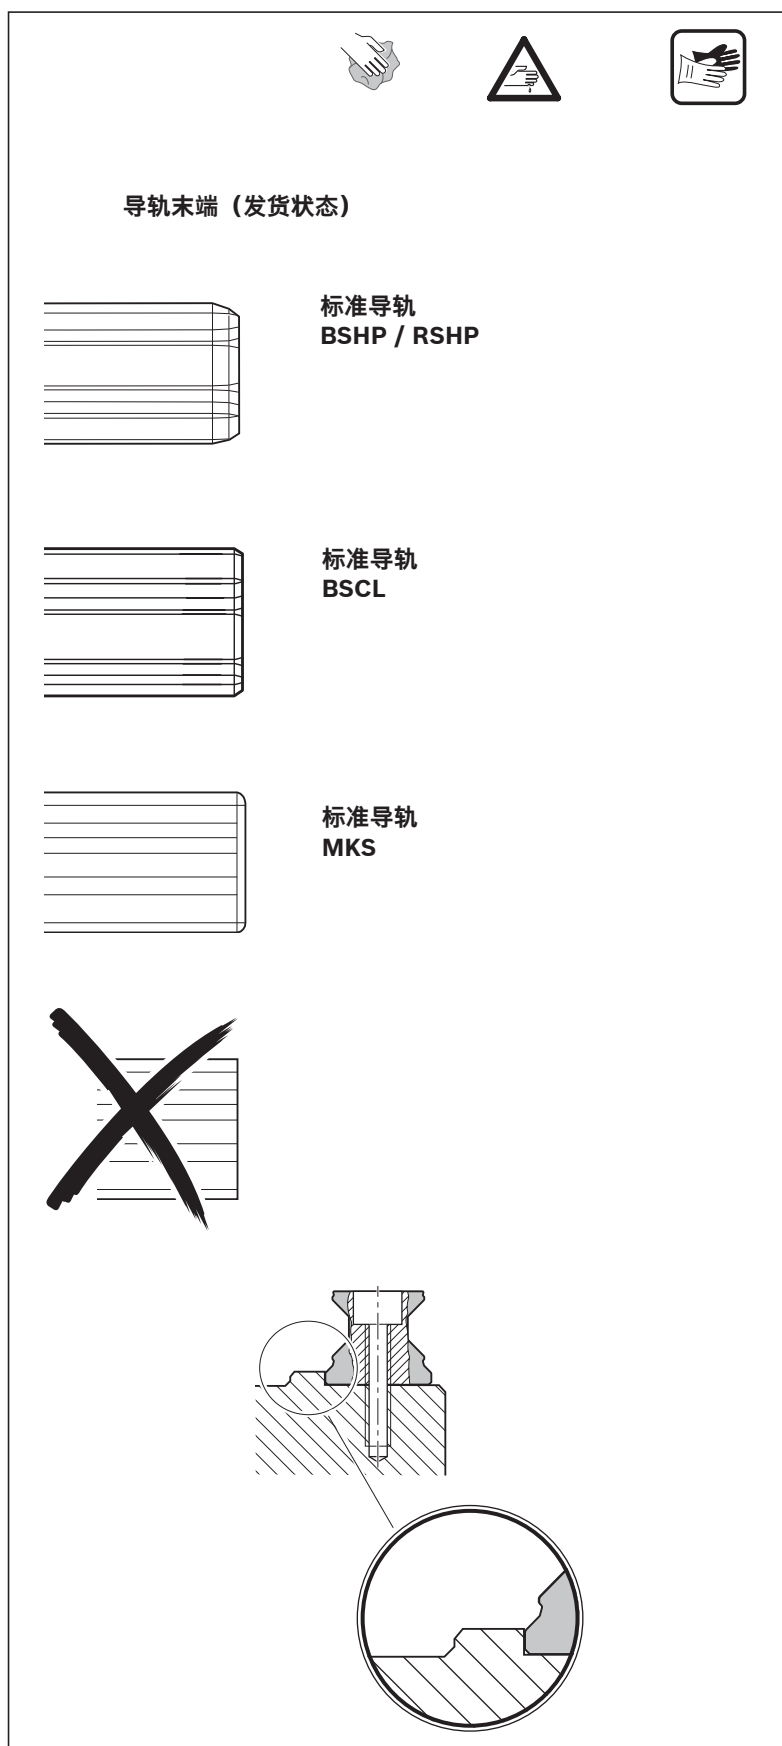

图 11: 准备导轨
- ▶ BSHP/RSHP 导轨以出厂长度/包装单位发货时，导轨两端必须按照图 11 进行倒角。对此更多信息见说明书“便捷定制 R320103159”。